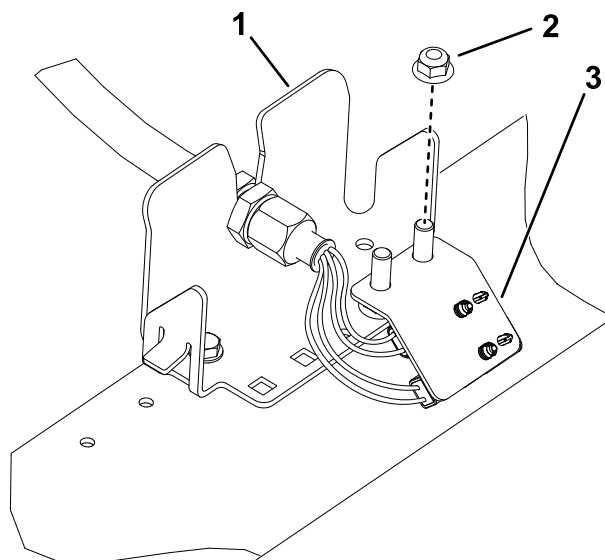
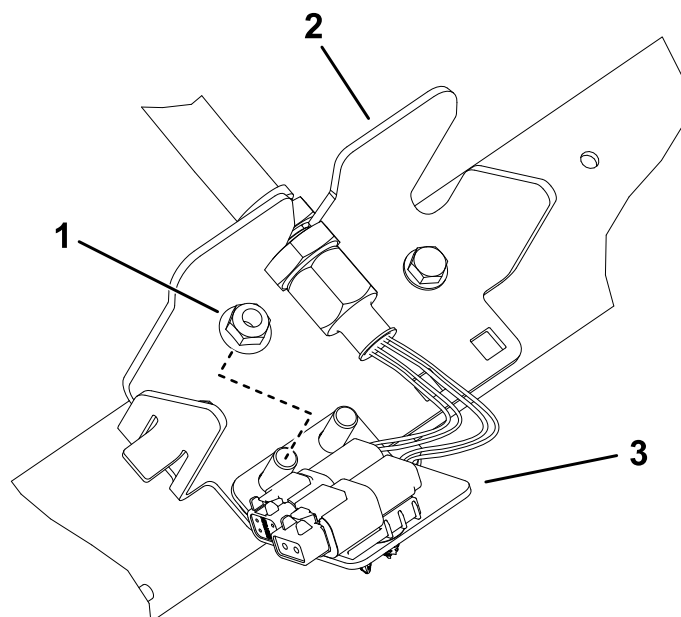

Figure 25
Figure 28
- Répétez la procédure pour les 4 autres plaques de fixation, comme montré de la Figure 25 à la Figure 28.